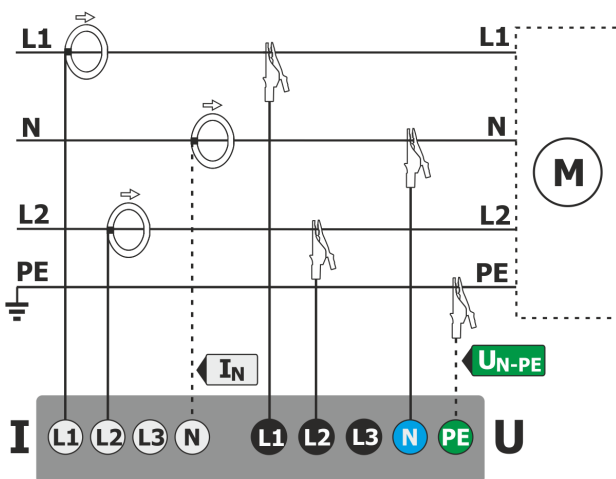

Fig. 59. Esquema de conexión – sistema bifásico.
- bifásica (con bobinado dividido del transformador llamado en inglés *split phase*) (Fig. 59),